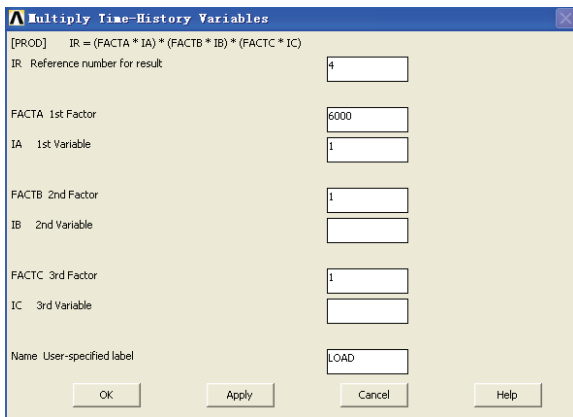

图 5-38 数乘时间-历程变量对话框
10) 选择 Main Menu | TimeHist Postpro | Math Operations | Multiply 命令, 出现 Multiply Time-History Variables 对话框, 在 IR Reference number for result 输入栏中输入 4, 在 FACTA 1st Factor 输入栏中输入 6000, 在 IA 1st Variable 输入栏输入 1, 在 Name User-specified label 输入栏中输入 LOAD, 其余选项采用默认设置, 如图 5-38 所示, 单击 Apply